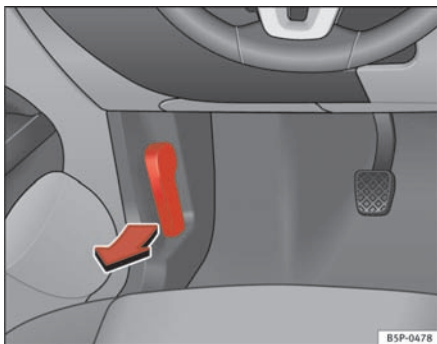

Fig. 163 Udsnit af fodrummet i førersiden: udløserarm til motorhjelmen
- Træk armen under instrumentpanelet ⇒ fig. 163 i pilens retning. Motorhjelmen udløses ved hjælp af en fjeder ⇒ ⚠.